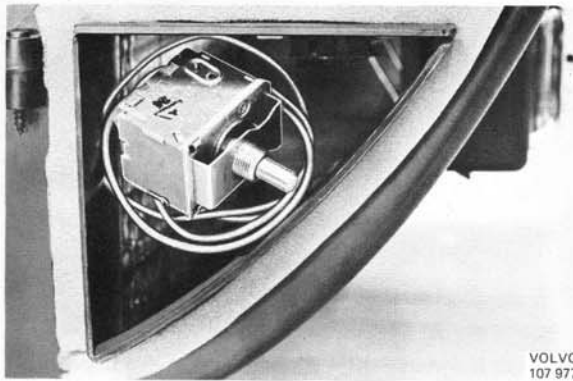

Abb. 84 Ablage des Thermostaten in der Öffnung des Klimatorgehäuses
6. Fühlkörper eng um den Thermostaten wickeln, so daß beide zusammen durch den Lufttunnel in das Klimatorgehäuse eingeführt und vor dem Verdampfer abgelegt werden können (Abb. 84).